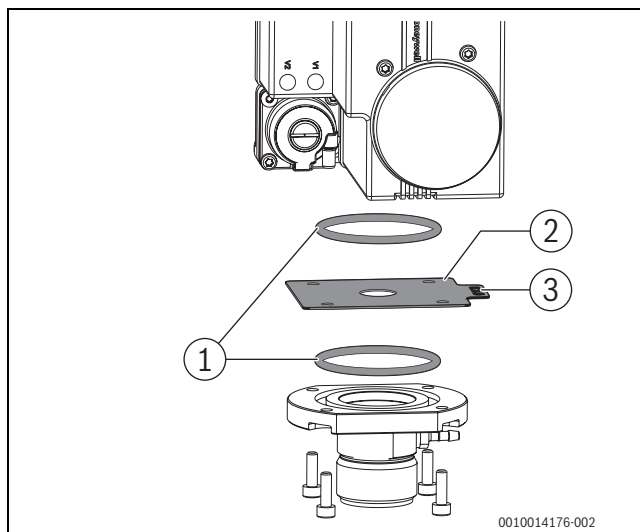

Рис. 27 Замена диафрагмы (мощность котла, 75; 100; 150 [до V03]; 200 – 300 кВт)
- ▶ Снимите диафрагму (→рис. 27 и 28, [2]) и установите другую диафрагму, соответствующую применяемому виду газа (→таб. 9).
- ▶ Проверьте резиновые кольца (→рис. 27 и 28, [1]) на наличие повреждений, при необходимости замените.
- ▶ **Мощность котла 75; 100; 150 [до V03]; 200 – 300 кВт:** вставьте диафрагму надписью (→рис. 27 [3]) вверх, язычок с надписью направлен вправо.